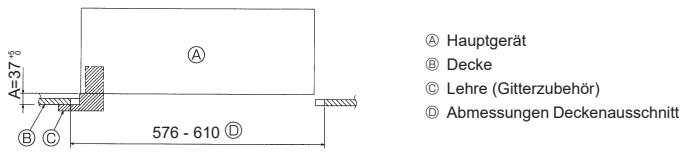

Fig. 4-6
- Wenn sich das Hauptgerät nicht an den Montagelöchern in der Decke ausrichten lässt, kann es mit einem dafür vorgesehenen Schlitz in der Montageplatte angepasst werden. (Fig. 4-6)